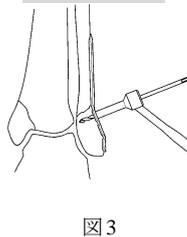

図3
- 3) 骨折部を整復後、プレートをあてがいX線イメージを確認しながら、2.9ドリルガイドを用いて2.9ドリルにて適宜まで穴あけを行います。（図3）